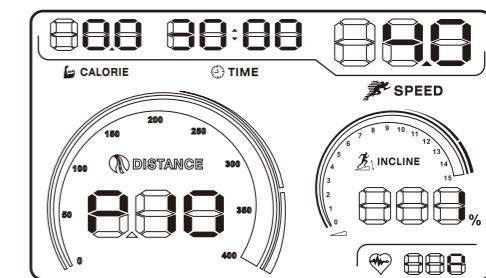

图40
2. 连续按下面板上Training Prog键 ，直至屏幕上出现P10字样，时间窗口闪烁，默认时间为30分钟，您可以通过SPEED（速度）的+（增加）/-（减少）键调整时间。(图40所示)。